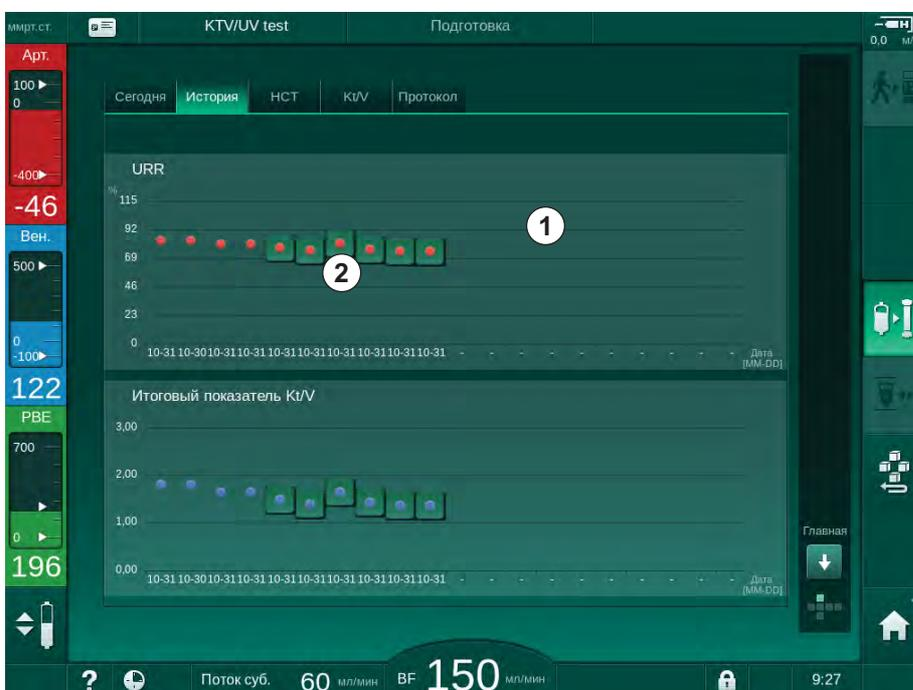

Рис. 11-11 История параметров на экране *Информация*
Для последних 6 завершенных терапий имеется более подробная информация. После касания соответствующей отметки параметра (Рис. 11-11, ② ) на определенную дату, отображается динамика этого параметра для этой конкретной терапии (Рис. 11-12). Разрешение составляет 5 минут. Обзор данных закрывается при нажатии *Назад* ① .